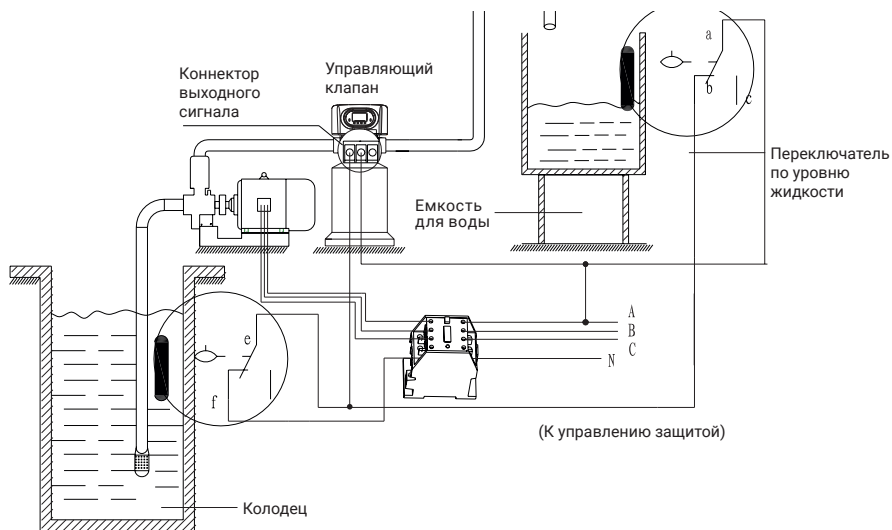

Рис. 17. Схема электрических соединений переключателя по уровню жидкости в емкости воды, контролирующего работу на входе в систему.
- **Сигнализатор уровня жидкости, управляющий входным насосом с трехфазным двигателем, см. (рис. 17) (режим b-01).**